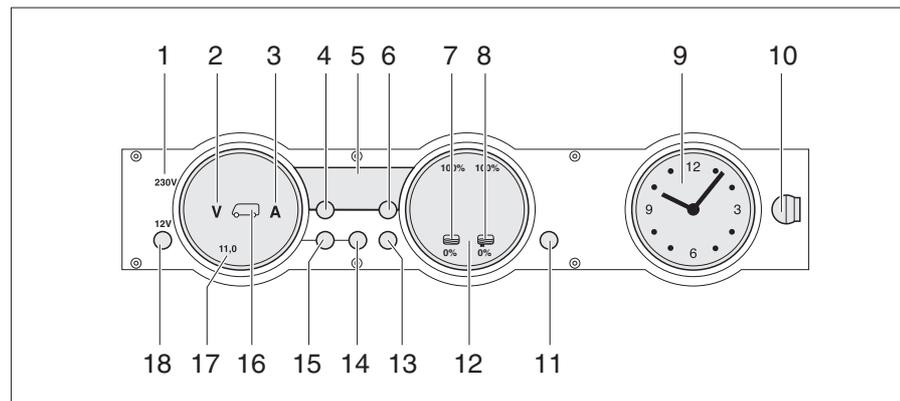

Bild 182 Panel MP 20-T
Die 230-V-Kontroll-Leuchte (Bild 182,1) leuchtet, wenn am Eingang des Elektroblocks Netzspannung vorhanden ist.
Der 12-V-Hauptschalter (Bild 182,18) schaltet das Panel und die 12-V-Versorgung des Wohnraums ein und aus.
- Taste "12 V" (Bild 182,18) kurz drücken. Die 12-V-Versorgung des Wohnraums ist eingeschaltet. Die Kontroll-Anzeige "12 V" leuchtet.
- ▷ Wenn nach dem Einschalten die LED "11,0" der Voltanzeige sowie das Symbol Volt "V" (Bild 182,2) im Anzeigeelement Batterien (Bild 182,17) blinken, dann ist die Spannung der Wohnraumbatterie zu gering. Batterie laden.
- ▷ Wenn nach dem Einschalten die Kontroll-Anzeige "12 V", das Symbol Wohnraumbatterie (Bild 182,16) und das Symbol Volt "V" (Bild 182,2) dreimal blinken, dann ist die Batterietrennung aktiviert. Batterietrennung deaktivieren.
- Taste "12 V" (Bild 182,18) kurz drücken. Die 12-V-Versorgung des Wohnraums ist ausgeschaltet. Die Kontroll-Anzeige "12 V" erlischt.
- Taste Wohnraumbatterie (Bild 182,14) drücken und ca. 10 Sekunden lang gedrückt halten. Die Symbole Volt "V" (Bild 182,2) und Ampere "A" (Bild 182,3) blinken dreimal. Die Wohnraumbatterie ist vom 12-V-Bordnetz getrennt.
- Taste "12 V" (Bild 182,18) drücken und ca. 5 Sekunden lang gedrückt halten. Das Symbol Volt "V" (Bild 182,2) blinkt dreimal. Die Wohnraumbatterie ist mit dem 12-V-Bordnetz verbunden. Die Kontroll-Anzeige leuchtet nach ca. 2 Sekunden.
- Taste Wohnraumbatterie "🔋" (Bild 182,14) drücken. Das Symbol Volt "V" (Bild 182,2) leuchtet. Das Symbol Ampere "A" leuchtet je nach Ladung oder Entladung weiß bzw. rot. Die Batteriespannung und der Strom der Wohnraumbatterie werden über die LEDs im Anzeigeelement angezeigt.
- Taste Starterbatterie "🔋" (Bild 182,15) drücken. Das Symbol Volt "V" (Bild 182,2) leuchtet. Die Batteriespannung der Starterbatterie wird über die LEDs im Anzeigeelement angezeigt.
- Taste Tanks  (Bild 182,13) drücken. Die Symbole Wassertank  (Bild 182,7) und Abwassertank  (Bild 182,8) leuchten. Die Füllstände des Wassertanks (linke Skala) und des Abwassertanks (rechte Skala) werden über die LEDs im Anzeigeeinstrument angezeigt.
Das Symbol Volt "V" (Bild 182,2) und die LED "11,0" blinken, sobald die Spannung der Batterie 11 V (Messung bei laufendem Betrieb) unterschreitet und damit Tiefentladung droht.
Das Symbol Wassertank  (Bild 182,7) oder das Symbol Abwassertank  (Bild 182,8) blinkt, wenn der Wassertank leer oder der Abwassertank voll ist.